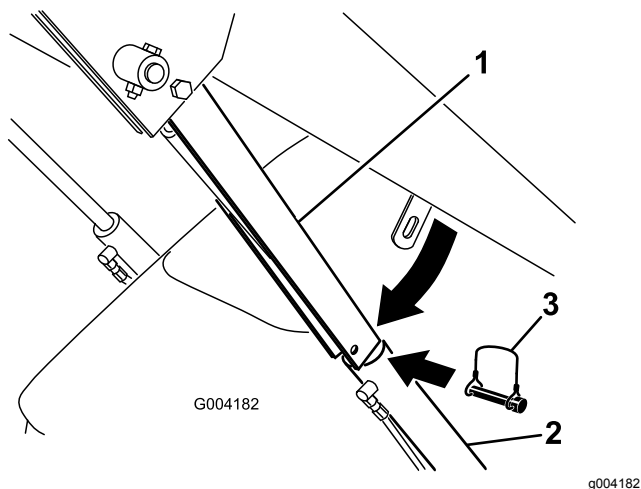

Figura 22
4. Rimuovere l'acciarino che assicura il blocco del cilindro al braccio cariatore (Figura 22).
5. Abbassare il blocco del cilindro sull'asta e fissatelo con l'acciarino (Figura 22).